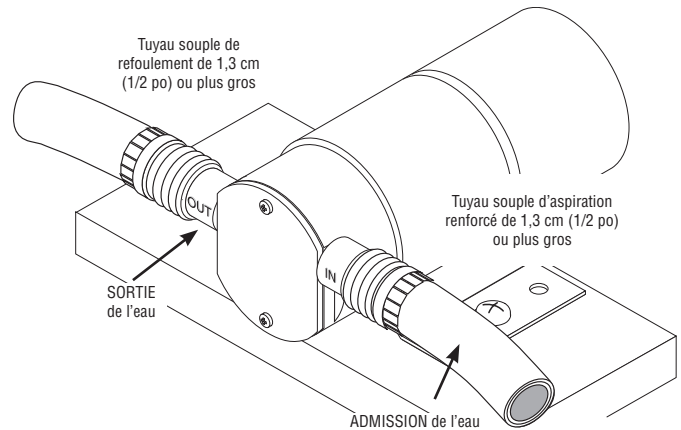

Figure 2 - Raccords des tuyaux
3. Brancher le tuyau souple sur le refoulement. Le tuyau souple de refoulement doit être aussi court que possible, soit 7,6 mètres (25 pieds) de long maximum. Voir la Figure 2 (pompe typiques montré).